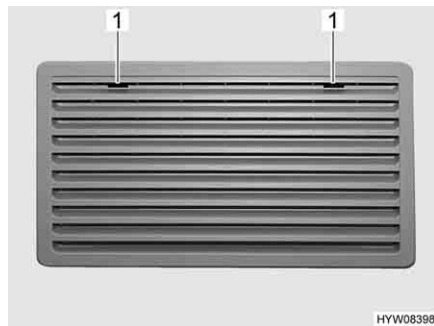
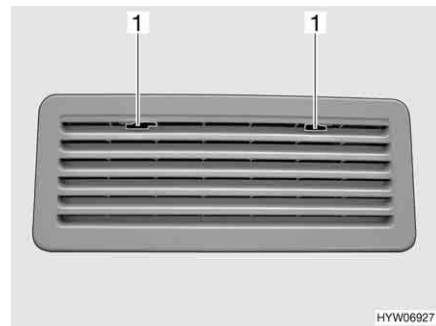

Fig. 232 Griglia di aerazione del frigorifero (Thetford grande)
Fig. 233 Griglia di aerazione del frigorifero (Thetford piccolo)
- Spingere verso il centro l'arresto (Fig. 232,1 o Fig. 233,1).